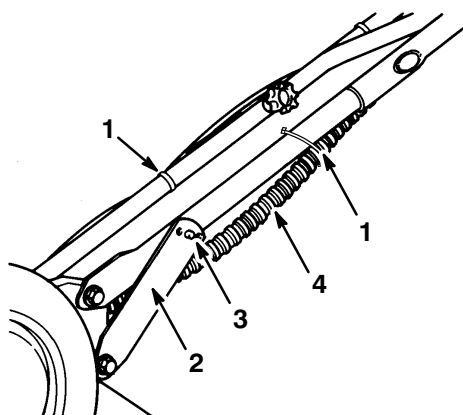

Figure 3
3. Remonter le bouton du côté intérieur du mancheron, avec son boulon (Fig. 3).
5. Ecarter légèrement les pattes de verrouillage vers l'extérieur pour qu'elles ne gênent pas le pivotement du mancheron vers l'arrière en position de conduite (Fig. 3).
7. Ramener les pattes de verrouillage vers l'intérieur, et encliqueter les goujons du mancheron dans le trou du milieu des pattes de verrouillage (Fig. 3).
10. S'assurer que les câbles de commande se trouvent à l'arrière du mancheron, du côté intérieur. Attacher les câbles au mancheron à l'aide de colliers (Fig. 3).